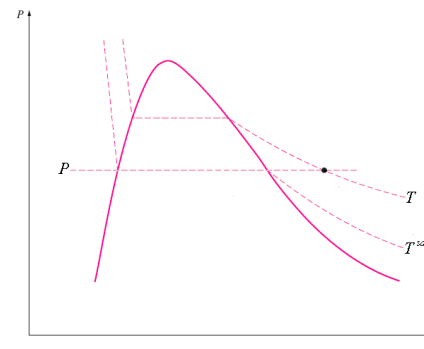

Figura 4.
- $T > T^{sat} \Rightarrow$ Vapor sobrecalentado (Figura 4).